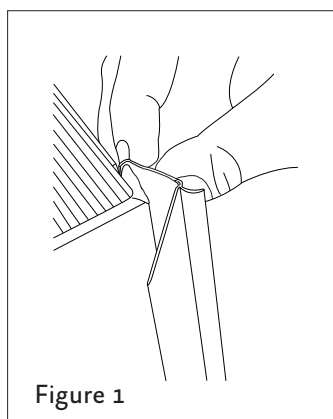

Figure 1
- Assurez-vous que le côté long du joint, celui avec le trou pour insérer la vis, est fixé à l'extérieur du lave-vaisselle. (Figure 1 ci-dessous.)